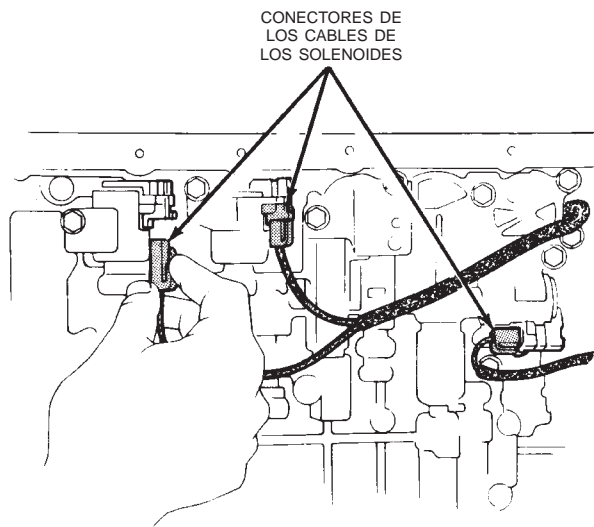

Fig. 50 Conectores de los cables de los solenoides
(1) Retire el tapón del colector de aceite y drene el líquido de transmisión.
(2) Retire el colector y la malla de aceite. Limpie el colector y la malla con solvente y séquelos con aire comprimido.
(3) Desconecte los conectores de los cables de los solenoides (Fig. 50). Marque los cables como referencia para la instalación.